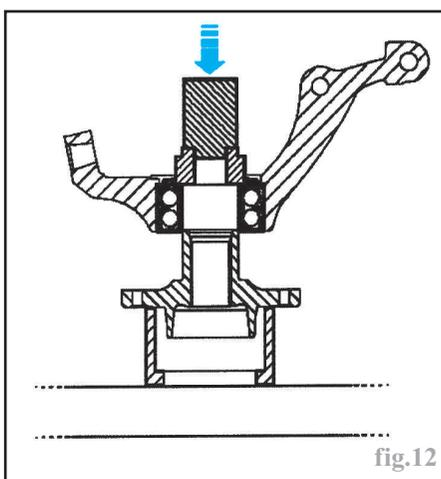

fig.12
- l'ensemble berceau (4), triangles de suspension et boîtier de direction.
- engager le pivot sur le moyeu (fig.12).